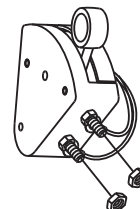

Figura 13. Ligação do interruptor de paragem de segurança
5. Remova uma porca de 7 mm de cada um dos terminais no interruptor de paragem de segurança. (Deixe os dois fios existentes ligados ao interruptor.) (Figura 13).